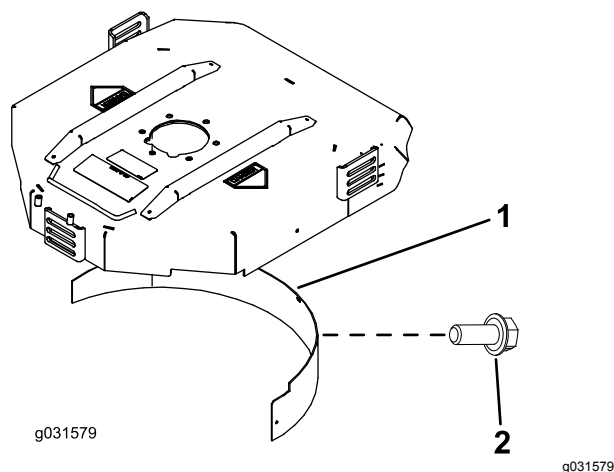

Figura 4
2. Instale el deflector de mulching en el hueco trasero y fíjelo con 5 pernos con arandela prensada (Figura 4).